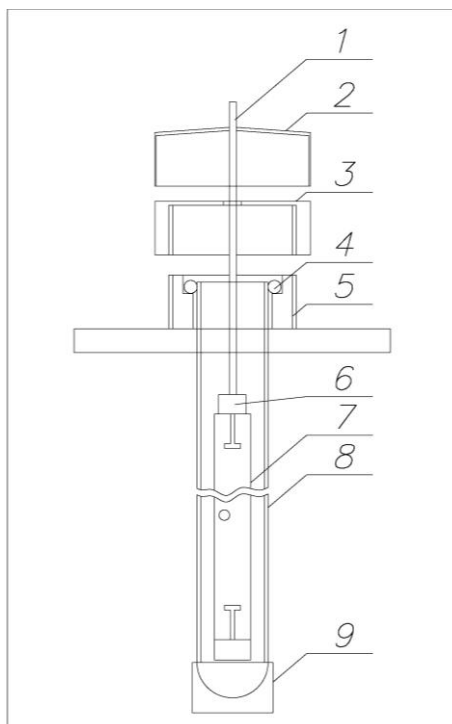

Рис. 2
4.2. На рис.2 представлен узел уплотнения кварцевой защитной колбы и УФ лампы. Гидроизоляцию кварцевой колбы (8) в корпусе БО обеспечивает уплотнительная прокладка (4), поджатая с помощью гайки уплотнения (закручивается и откручивается вручную) (3) в узел уплотнения (5). Кварцевая колба устанавливается в стакан (9) на дне установки. Изоляцию УФ лампы от влаги окружающего воздуха обеспечивает уплотнительный кожух (2). Электрическое питание УФ лампы обеспечивает провод (1). Подсоединении УФ лампы (7) обеспечивает разъем (6).
6.4. При обнаружении протечки подожмите уплотнительную прокладку (4) на рис.2. Если протечка не устранена, то необходимо извлечь УФ лампу, раскрутить гайку уплотнения кварцевой колбы (3), осмотреть на целостность кварцевую колбу (8), при ее повреждении заменить кварцевую колбу.
12.3. Снимите уплотнительный кожух (2) (рис.2).